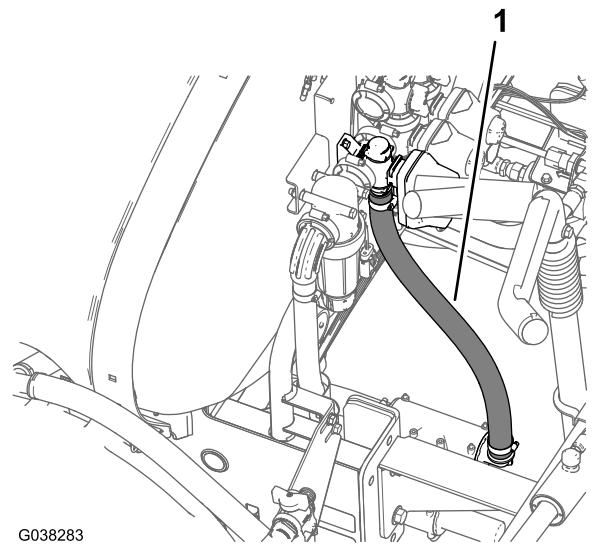

Figura 65
2. Enrute la manguera de retorno hacia abajo y hacia el acoplamiento en T situado por dentro de la válvula de alivio de presión, según se muestra en Figura 65.